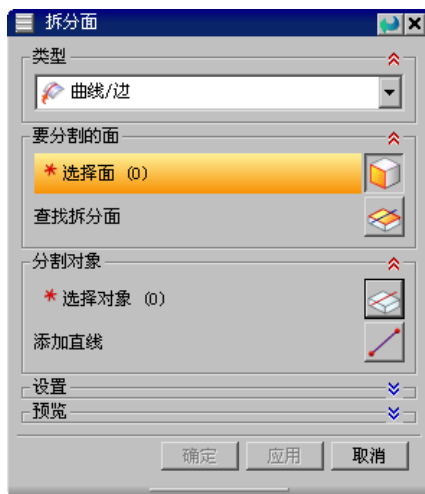

图 1.6 “拆分面”对话框
Step1. 选择命令。在“注塑模向导”工具条中，单击“注塑模工具”按钮 ，系统弹出图 1.5 所示的“注塑模工具”工具条，单击“拆分面”按钮 ，系统弹出图 1.6 所示的“拆分面”对话框。